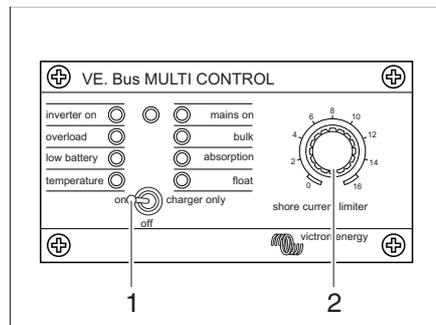

Bild 101 Panel Wechselrichters
- ▷ Bei Überladung wird die Wohnraumbatterie irreparabel beschädigt. 'Charge only' am Bedienpanel (Bild 101,1) des Wechselrichters aktivieren.
Mit dem Kippschalter (Bild 101,1) lassen sich 3 Betriebszustände einstellen:
Mit dem Drehknopf für die Begrenzung des Eingangsstroms (Bild 101,2) lässt sich die verfügbare Landstromstärke einstellen.